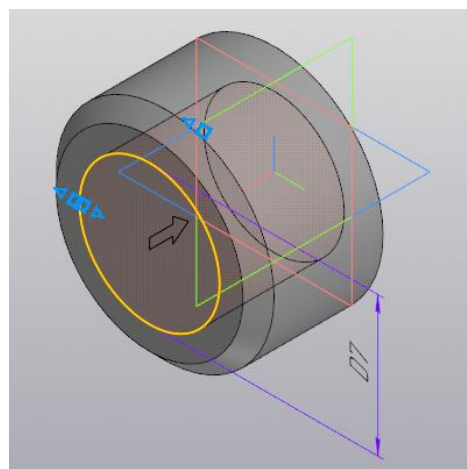

Рисунок 130.
8. Выполните **Вырезать выдавливанием**, задать прямое направление, способ построения **Через все** (рисунок 130).